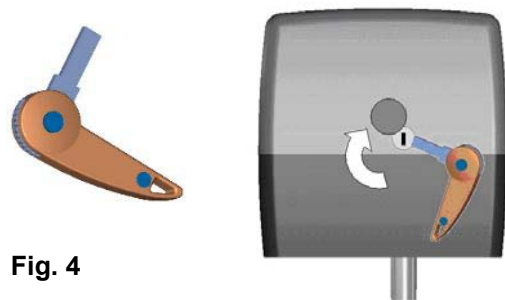

Fig. 4
- Inserire la chiave in dotazione nell'apposita serratura posta sul retro del motore (V. Fig. 4).